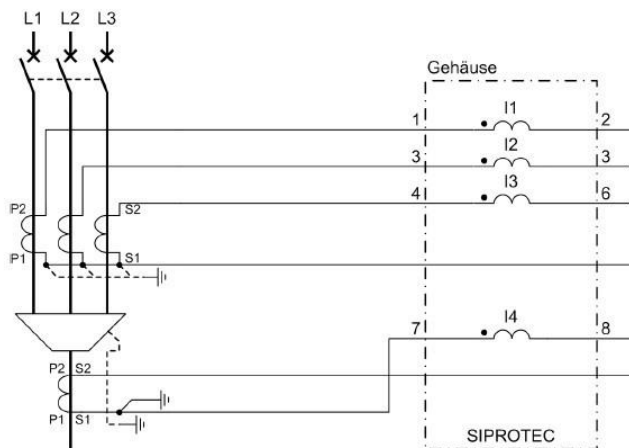

Abbildung 7: Erdstrommessung mittels Kabelumbauwandler
Erfolgt die Erdstrommessung über einen Kabelumbauwandler gilt ebenfalls obige Knotenpunktdefinition und hat einen Einfluss auf die Verschaltung von  $I_4$  (siehe Abbildung 7). In dieser Ausführung ist  $I_4$  üblicherweise ein empfindlicher Erdstromeingang.
Zeigt der Sternpunkt des 3-phasigen Stromwandlers zur Sammelschiene und verbleibt in Abbildung 7 und 8 der Erdstrommesswandler in der bisherigen Einbauposition, sind die Anschlüsse zum Eingang I4 zu tauschen.
- *Anschluss Primärstromwandler nach Abbildung 7 (Erdstrommessung mittels Kabelumbauwandler)*